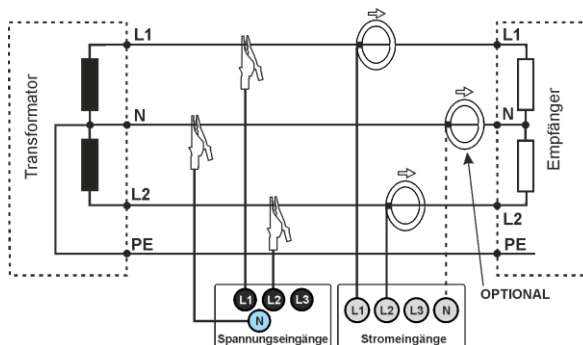

Abb. 6. Anschlussschaltbild - 2-Phasen-System.
- 2-Phasen (mit geteilter Wicklung des Transformators, eng. *split phase*) (Abb. 6),